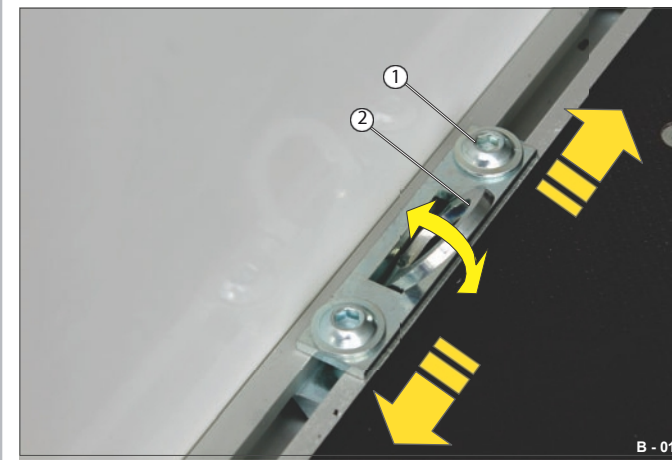

Fig. 18 Surringspunkter, detaljer
Surringsøjet (Fig. 18/2) kan nemt drejes.
- Løsn begge klemmeskruer (fig. 18/1).
- Skub surringsøjet (Fig. 18/2) i gulvskinnen ind i den ønskede position.